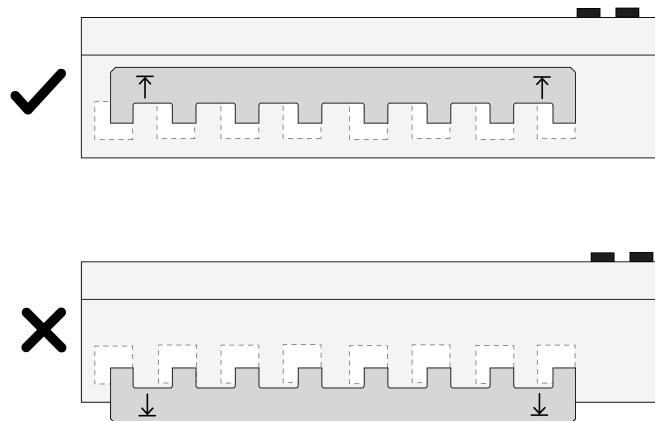

Figure 6: Monter une barre de phase
- Aligner la barre de phase à l'aide des flèches imprimées et l'insérer dans les bornes de raccordement (voir figure 6).